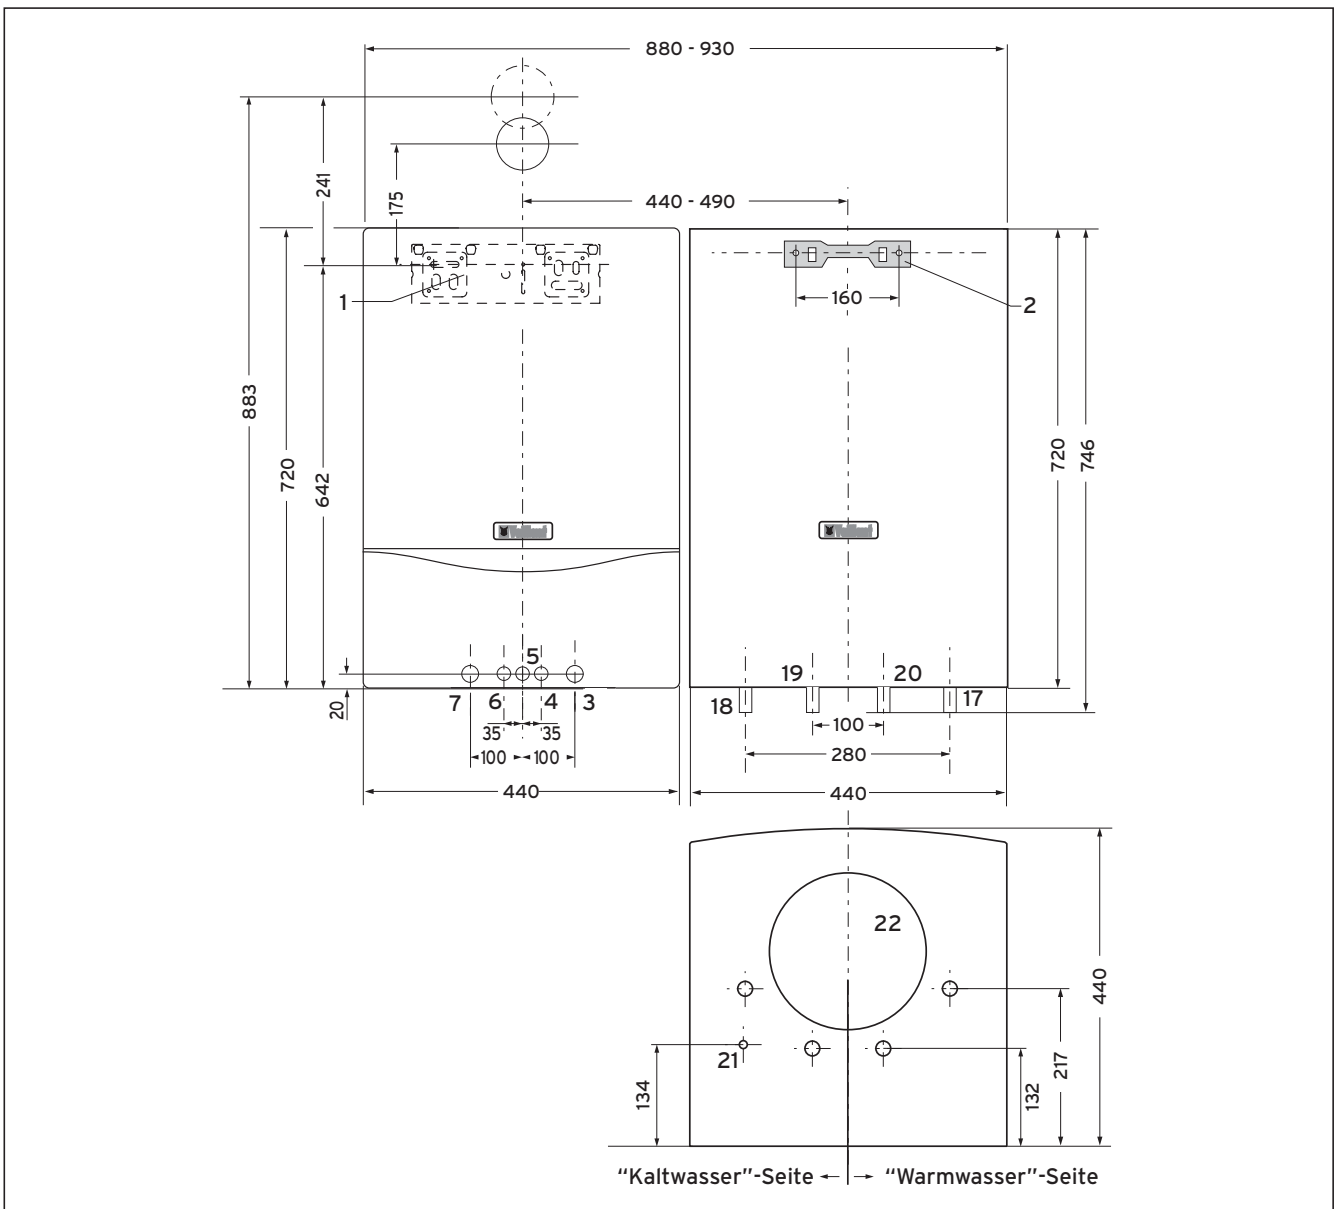

Abb. 4.2 Abmessungen bei Montage neben dem Heizgerät
- Bohren Sie die Löcher für die Befestigungsschiene entsprechend Abbildung 4.2 (Unterkanten des Speichers und des Heizgerätes auf gleicher Höhe).
- Beachten Sie die „Warm-“ und „Kaltwasser-Seite“ in Abb. 4.2 und 4.3.